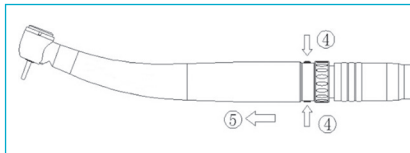

Fig. 6-10
- Die LED-Kupplung festhalten und die beiden Knöpfe an der Seite der LED-Kupplung drücken (Abb. 6-10④).
- Die Turbine abziehen (Abb. 6-10⑤).